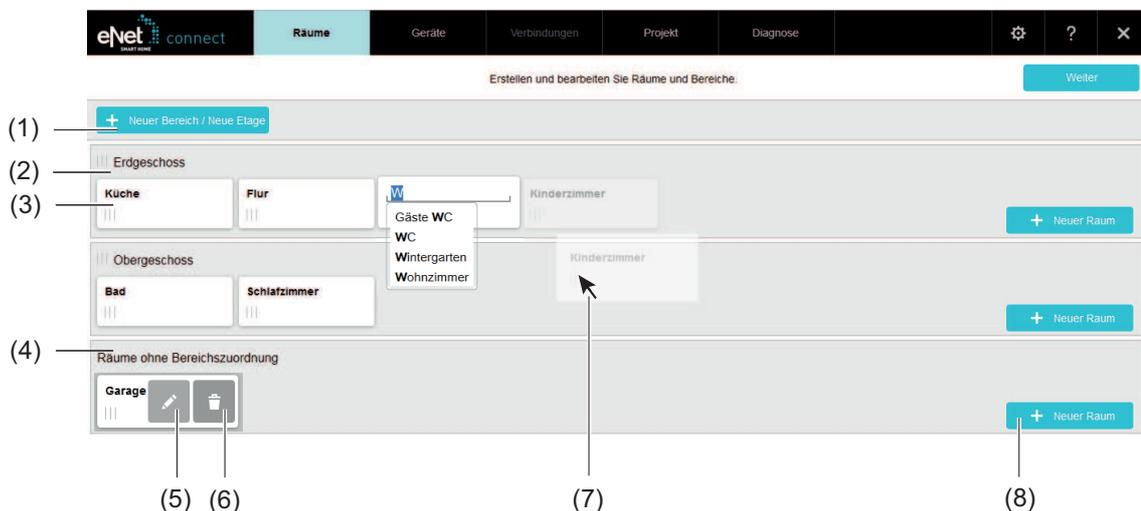

Bild 8: Sicht Räume - Beispiel
Die Gebäudestruktur wird durch das Anlegen der Bereiche und Etagen (1) und der Räume (8) erstellt (Bild 8).
Die Gebäudestruktur kann nachträglich geändert werden. Bereiche, Etagen und Räume können umbenannt oder gelöscht werden. Die Funktionen werden sichtbar, wenn der Cursor über ein grafisches Element, z.B. Raum, bewegt wird (5) und (6). Bereiche, Etagen und Räume können per Drag & Drop verschoben werden (Bild 8) (7).